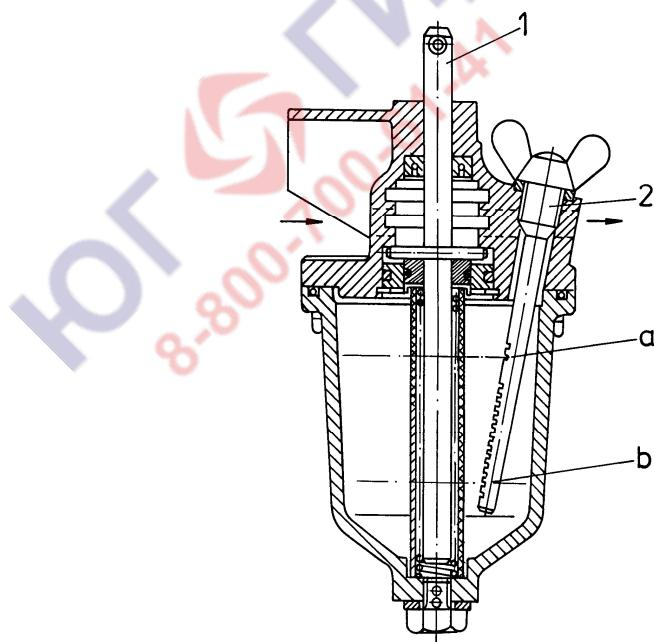

Рис. 5.20. Размораживатель
В зимний период необходимо каждую рабочую смену (каждый рабочий день) проверять уровень спирта в размораживателе с помощью мерного щупа (2, Рис. 5.20).
ВНИМАНИЕ! Щуп (2) выкручивать после выпуска воздуха из системы. Уровень спирта в размораживателе должен находиться между метками щупа «а» и «б» (Рис. 5.20).